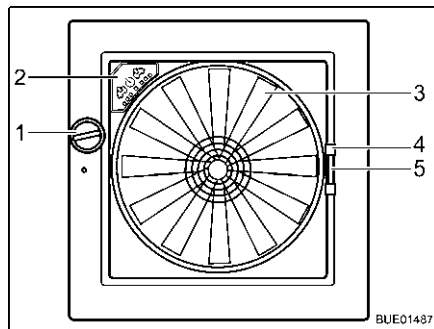

Bild 62 Taklucka Omni-Vent
Öppna: ■ Vrid på vredet (Bild 62,1) tills önskad öppningsvinkel har nåtts.
Stänga: ■ Vrid på vredet (Bild 62,1) tills takluckan är helt stängd.
Stänga: ■ Dra insektsskyddet i handtaget (Bild 62,4) till motstående ramsida.
- Tryck ihop mörkläggningsgardinens handtag (Bild 62,5).
När takluckan är öppen kan kupén vädras med fläkten (Bild 62,3) i sex nivåer. Fläkten regleras via reglagen (Bild 62,2).